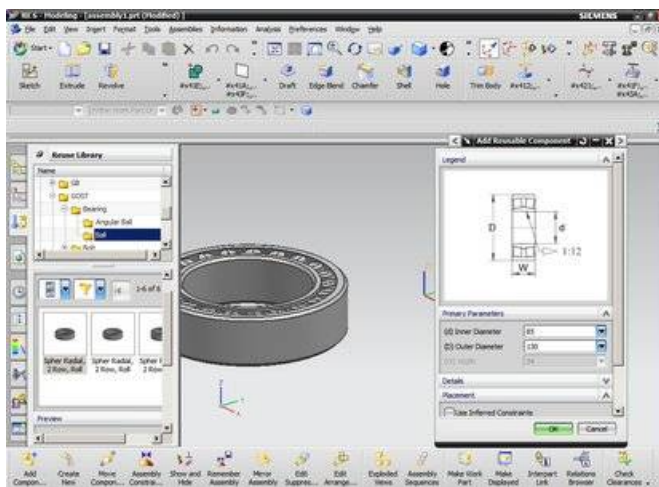

Рис. 52. Интерфейс системы Siemens NX
*NX* (рис. 52) (ранее «Unigraphics») — флагманская CAD/CAM/CAE-система производства компании Siemens PLM Software (до 1 октября 2007 года называлась UGS PLM Software, будучи подразделением Siemens Automation & Drives). Программа использует ядро геометрического моделирования *Parasolid*.